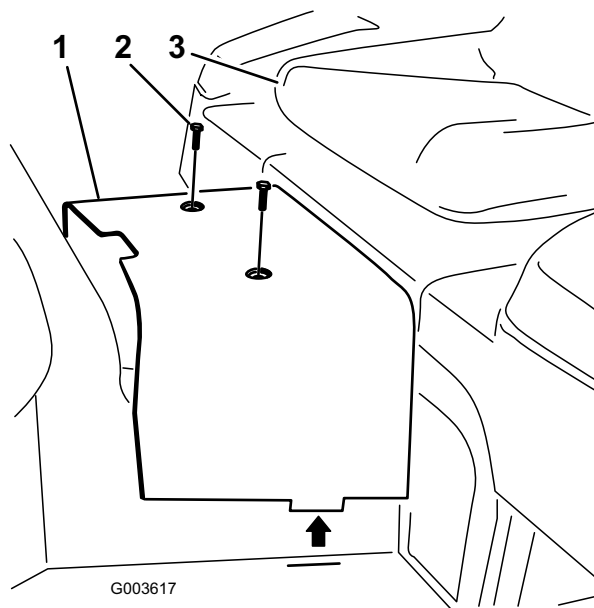

Figura 2
4. Togliete le viti a esagono incassato che fissano il paraframma centrale al telaio (Figura 2). Togliete il paraframma e conservatelo.